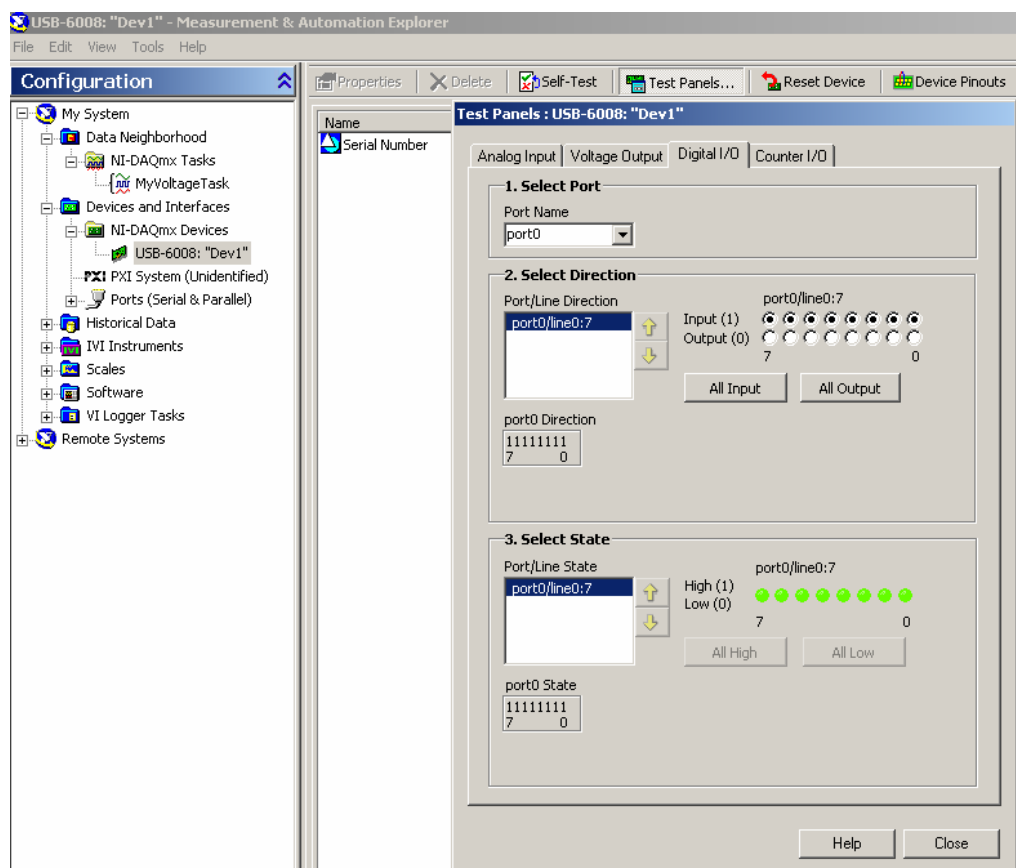

Fig.I.3. Configurația **Test Panels** pentru cazul **Digital I/O** pe pe portul **P0** la modulul **NI USB-6008**
**Pasul 3.** De pe desktop-ul **PC**-ului, se lansează – prin dublu click – icoana **Measurement & Automation**, deschizându-se astfel aplicația **MAX**; din secțiunea **Configuration** se extinde **Device and Interfaces** și apoi **NI-DAQmx Devices**; la această ultimă poziție va apare modulul instalat pe interfața USB, cu eticheta **“Dev1”**, așa cum este exemplificat în fig.I.3.
**Pasul 4.** Cu mouse-ul plasat pe **USB-6008: “Dev1”** se face click dreapta și se lansează în execuție **Self-Test**, după terminarea acestuia fiind posibilă realizarea unui **Test Panels...** pe oricare din modalitățile de lucru ale modulului (de exemplu, în fig.I.3 se prezintă testul pentru intrările/ieșirile digitale aferente portului **P0**).
**Pasul 5.** Se crează un task virtual - folosit ulterior în aplicații – extinzând **Data Neighborhood**, apoi cu click dreapta pe **NI-DAQmx Tasks** se deschide o căsuță de dialog, care permite realizarea task-ului urmărindu-se indicațiile de pe ecran (de exemplu, în fig.I.3 s-a creat **MyVoltage Task** destinat achiziției de tensiuni pe intrarea ai0).
Trecerea tuturor testelor semnifică faptul că modulul **NI USB-6008** (exemplificarea din fig.I.3) a fost corect configurat și poate fi utilizat în aplicații dezvoltate în **LabVIEW**.